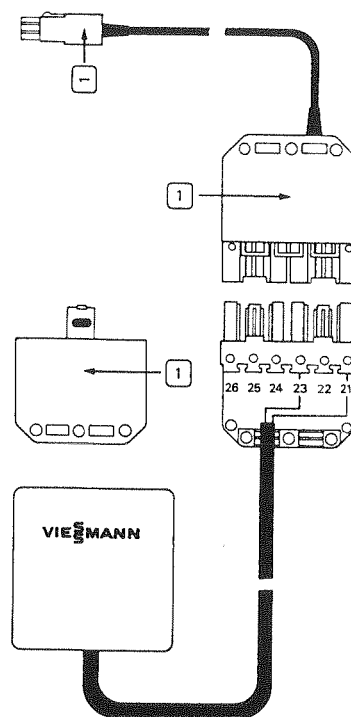

Abb. 3.2
1. Etiketten **1** auf die drei Steckverbinder nach Abb. 3.2 kleben.
2. Anschlußleitung des Außentemperatursensors (2-adrig) nach Abb. 3.2 im Steckverbinder anschließen.